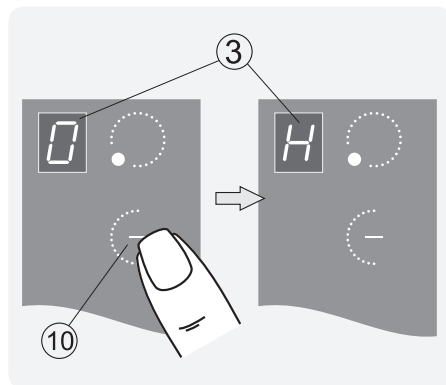

Рис.12
После выключения конфорки в окне индикации ③ (рис. 12) высвечивается буква «Н» (от англ. hot – «горячий»).